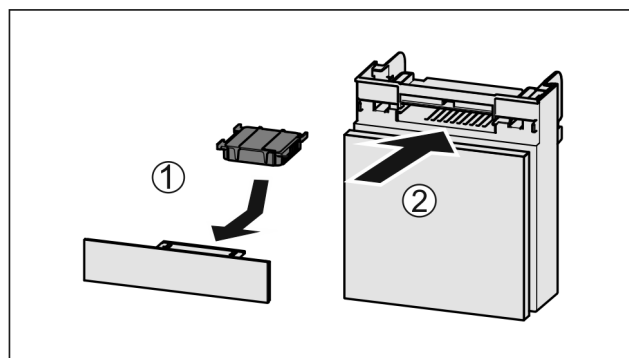

Fig. 103
- ▶ Filtr s aktivním uhlím vložte podle vyobrazení Fig. 103 (1).
- ▶ Zásuvku zasuňte Fig. 103 (2).